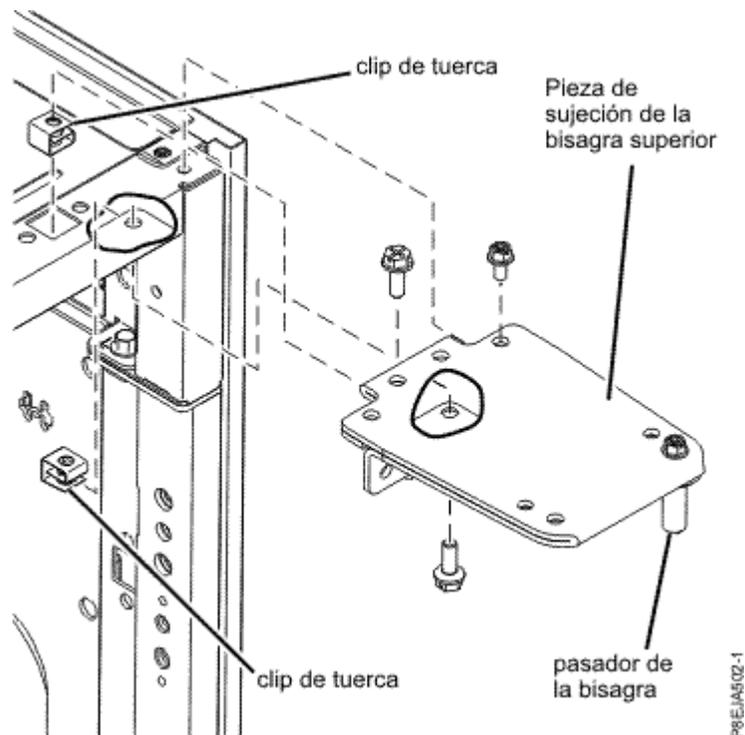

Figura 105. Montaje parcial de la pieza de sujeción de la bisagra superior
- a. Añada dos clips de tuerca M6 al bastidor, tal como se muestra en la Figura 105 en la página 153. Un clip de tuerca se coloca en la parte superior del reborde de bastidor, el segundo se coloca en la parte inferior del reborde de bastidor.
- b. Monte la pieza de sujeción de la bisagra superior apretando el tornillo M5 y dos tornillos M6x16, tal como se muestra en la Figura 105 en la página 153. Utilice un destornillador para apretar los tornillos hasta  $2.5 \text{ Nm} \pm 0.2 \text{ Nm}$  ( $22.1 \text{ lbs pulg.} \pm 1.8 \text{ lbs pulg.}$ ).
- c. Desatornille el pasador de la bisagra superior, tal como se muestra en la Figura 105 en la página 153 y déjelo a un lado.